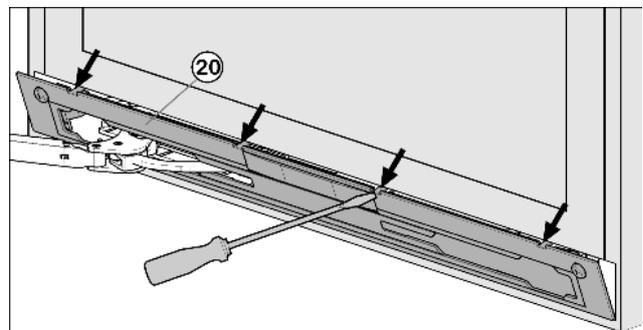

Fig. 9
- ▶ Déclipser le panneau *Fig. 9 (20)* à l'aide d'un tournevis à fente, puis le retirer.